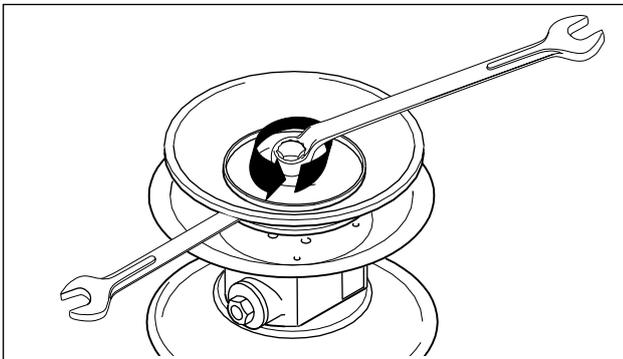

Fig. 10: Smontare il disco del diaframma. (decade con diaframma noppedE4®.)
- Smontare il disco esterno del diaframma ed estrarlo insieme al diaframma (Fig. 10). Nelle pompe in plastica, svitare prima il cappuccio in plastica (da DL25).
- Smontare il disco esterno del diaframma ed estrarlo insieme al diaframma (Fig.10 e 21)
- Per garantire una maggiore comodità, lo smontaggio delle camere del fluido della pompa, dei raccordi e dei diaframmi può avvenire con pompa in posizione verticale nel telaio (in deroga alla fig. 10)